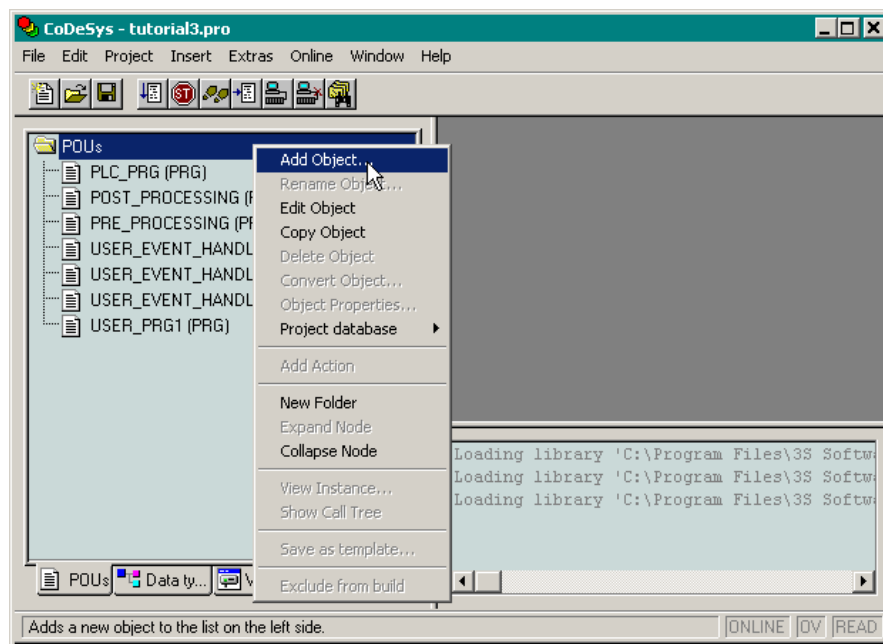

Рис. 9. Добавление программной единицы в древовидный список POU
1. Как минимум, одну программу – программную единицу типа *PROGRAM*, добавляемую в древовидный список проекта **POUs**, показанный на рис. 9, по команде контекстного меню **Add Object**.